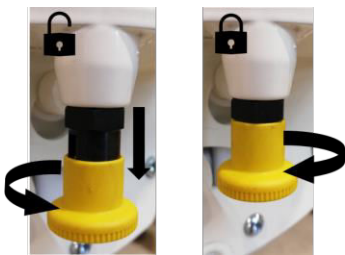

Abbildung 11.
Die Armlehne sollte an einem der Zubehörpunkte angebracht werden, die sich in der Mitte des Tisches befinden (Abbildung 1 (4)). Stellen Sie die Armlehne ein, indem Sie den Feststellknopf in die in Abbildung 11 gezeigte Position öffnen. Drehen Sie die Armlehne in die gewünschte Position. Verriegeln Sie die Armlehne, indem Sie den Knopf in die Verriegelungsposition in Abbildung 11 drehen. Drücken/heben Sie die Armlehne, um den Winkel einzustellen.